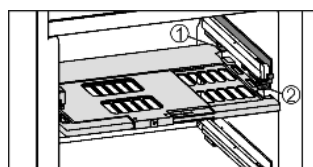

Fig. 15
- ▶ Inserimento della piastra di regolazione dell'umidità: inserire le nervature del coperchio della piastra dal basso nel supporto inferiore Fig. 15 (1) e inserire anteriormente nel supporto Fig. 15 (2).